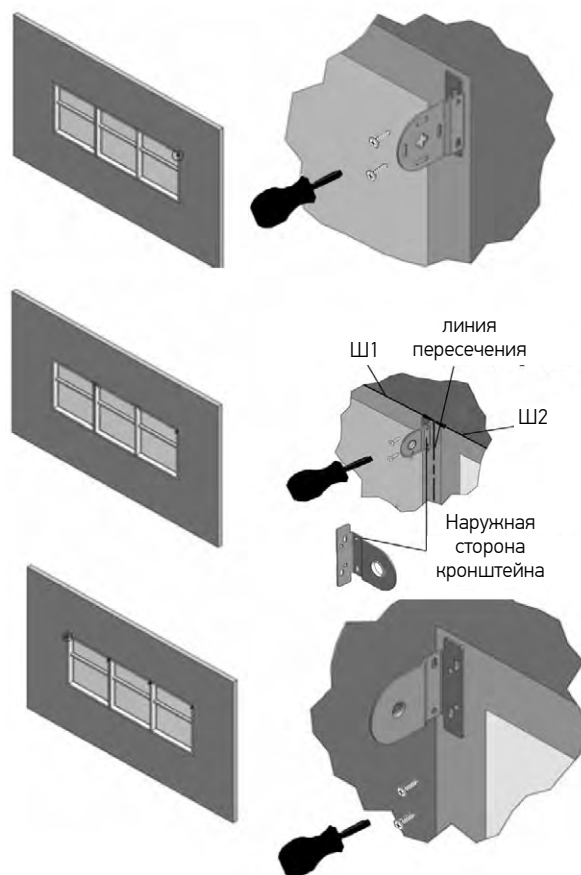

Рис. 9. Установка кронштейнов для MONO LVT
1. Разметить предполагаемые места установки кронштейнов, расстояние между которыми является шириной готового изделия. Место установки промежуточных кронштейнов необходимо разметить таким образом, чтобы их наружная сторона оказалась на линии, до которой велись измерения при замере (Рис.9).
3. Прикрутить 2 саморезами* (при необходимости использовать дюбели*) каждый кронштейн, начиная с правого (Рис. 9).